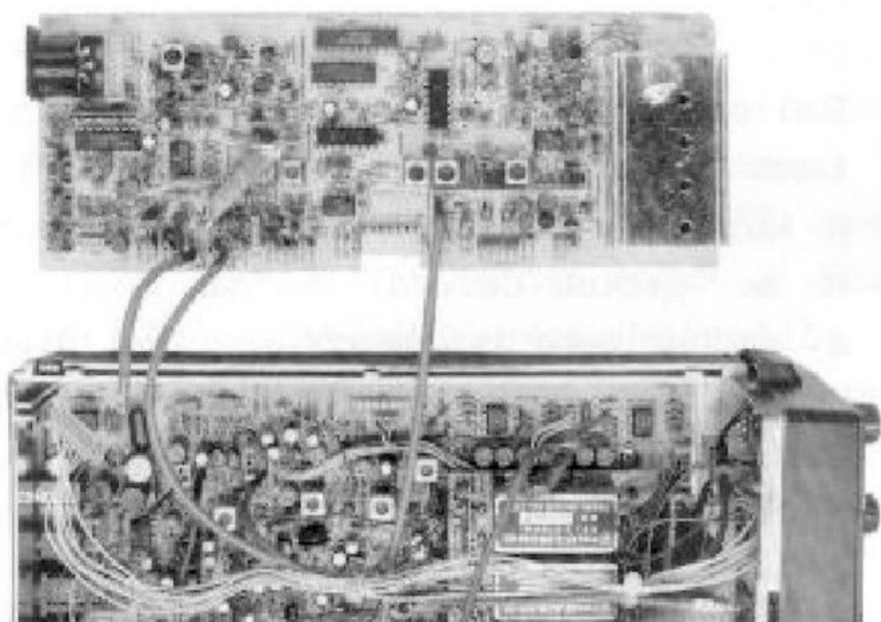

Figura 1
- (1) Con riferimento alla figura 1 (alla pagina seguente), fate scorrere l'Unita' Locale verso l'alto per smontarla dall'Unita' principale ed ottenere liberta' di accesso ad entrambi i lati della piastra.